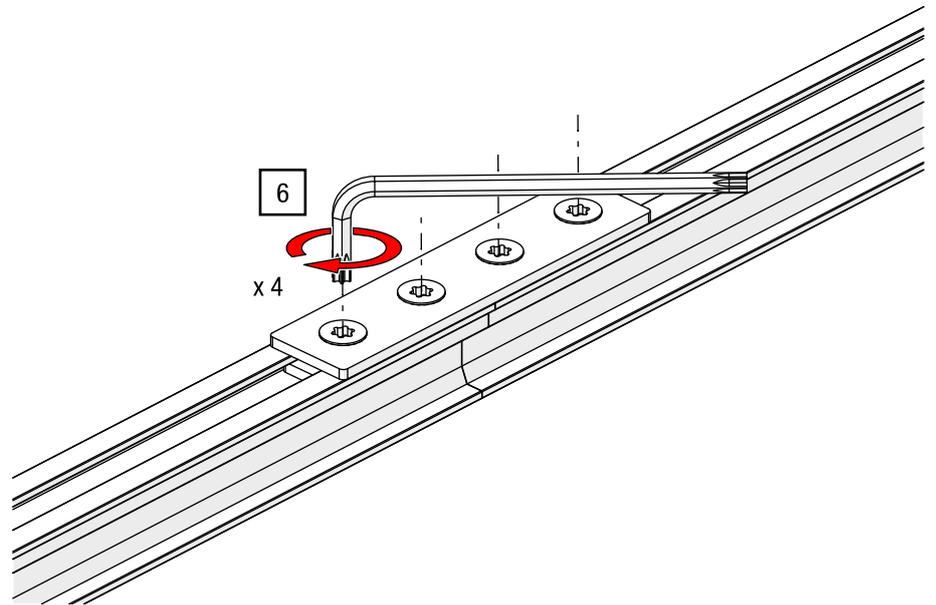

Abb. 47: Schienenverbinder – Madenschrauben anziehen
6. Ziehen Sie die vier M8 Madenschrauben mit einem TORX®-Schlüssel T40 und Drehmoment von 27 Nm von innen nach außen an (siehe Abb. 47).